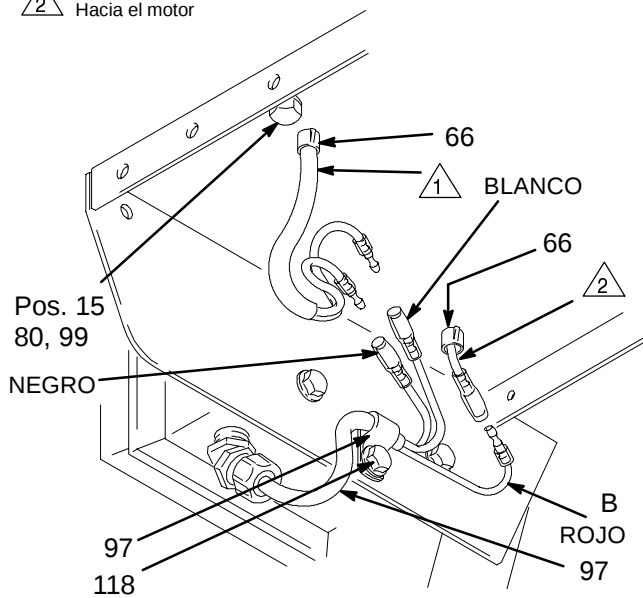

Fig. 16
2. Vea las Fig. 16 y 17. Desconecte el cable rojo del motor (B). Desconecte los cables blanco y negro del inductor. Afloje la abrazadera (97). Saque los cables con cuidado a través de las arandelas internas (66) antes de retirar el motor. Saque las dos contratuercas (111) y después extraiga los tornillos (14) de la base del motor.